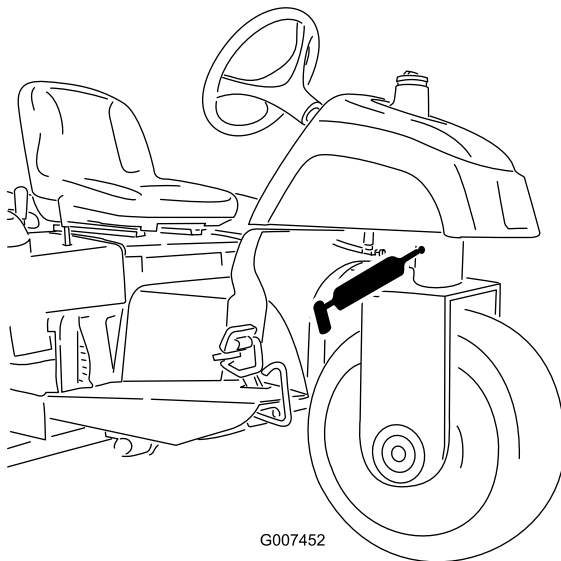

Bild 25
- Lenkzapfen (Bild 25)
Hinweis: Für den bündigen Nippel am Lenkzapfen (Bild 25) benötigen Sie einen Fettspritzenadapter. Erhältlich unter der Bestellnummer 107-1998 vom Toro Vertragshändler.